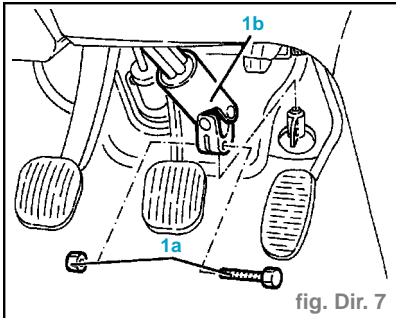

fig. Dir. 7
- Dévisser le boulon (1a) et débrancher l'arbre inférieur de commande de direction (1b) du boîtier de servodirection (fig. Dir. 7).
- Dévisser le boulon (1a) et débrancher l'arbre inférieur commande direction (1b) du boîtier servodirection (fig. Dir. 7).